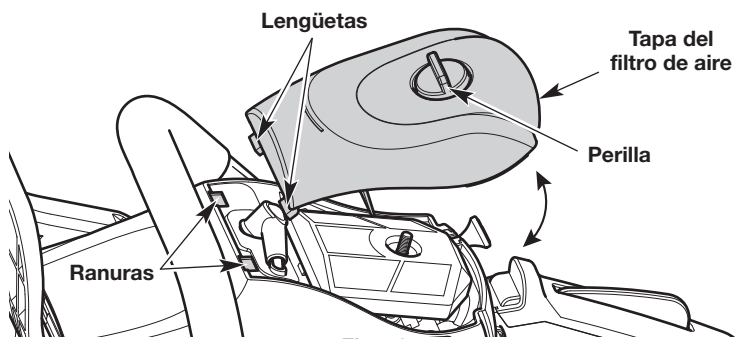

Fig. 42
1. Gire la perilla que está sobre la cubierta del filtro de aire en sentido contrario a las agujas del reloj para aflojar la cubierta del filtro (Fig. 42).
2. Extraiga la cubierta del filtro de aire (Fig. 42).
6. Coloque la cubierta del filtro de aire nuevamente sobre la unidad. Inserte las dos lengüetas de la cubierta del filtro de aire dentro de las dos ranuras del alojamiento de la sierra de cadena (Fig. 42).
2. Gire la perilla que está sobre la cubierta del filtro de aire en sentido contrario a las agujas del reloj para aflojar la cubierta del filtro (Fig. 42).
3. Extraiga la cubierta del filtro de aire (Fig. 42).
10. Coloque la cubierta del filtro de aire nuevamente sobre la unidad. Inserte las dos lengüetas de la cubierta del filtro de aire dentro de las dos ranuras del alojamiento de la sierra de cadena (Fig. 42).